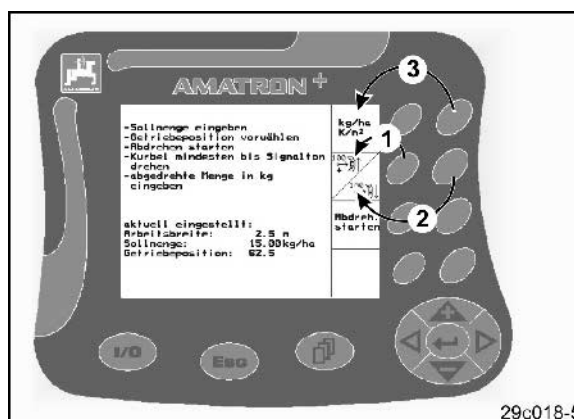

Рис. 9
- левая кнопка относится к верхней левой части поля (Рис. 9/1),
- правая кнопка относится к нижней правой части поля (Рис. 9/2).
Для отображаемых на дисплее квадратных полей назначена только правая кнопка (Рис. 9/3).